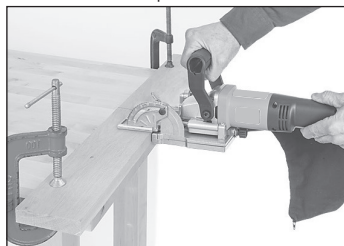

Figure 18. Utilisation de la machine à jointer
3. Avec les deux mains tenant l'outil, poussez lentement la lame dans la pièce, comme illustré à la figure 18, en s'assurant que les rainures de la machine restent alignées avec la ligne de disposition sur la pièce, comme décrit à l'étape 1.